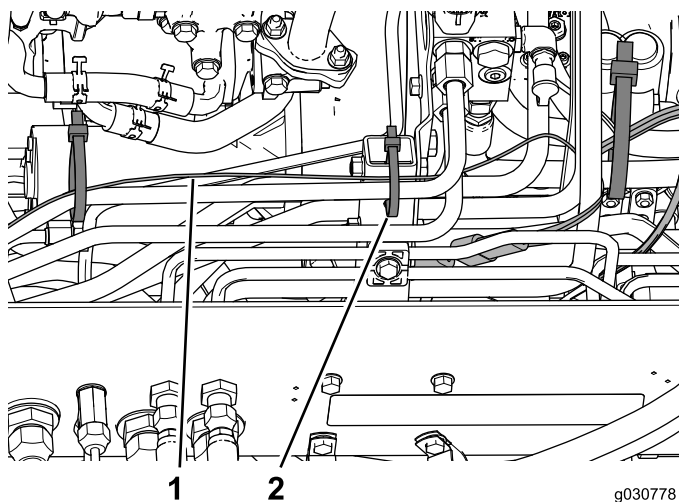
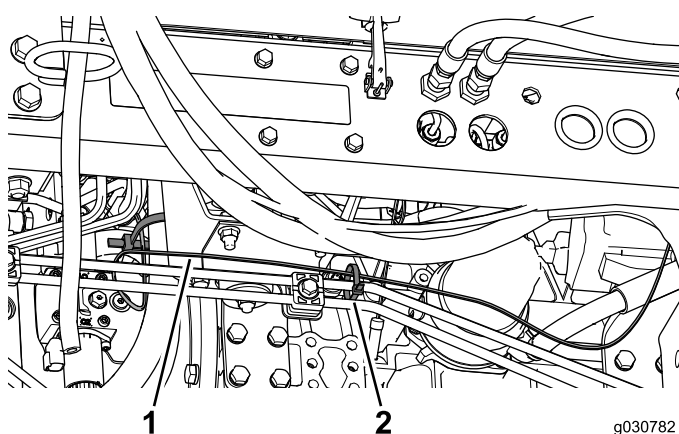

Figura 51
Figura 52
5. Utilice bridas para sujetar el arnés de cables a las mangueras y tubos hidráulicos en los puntos indicados en Figura 51 y Figura 52.